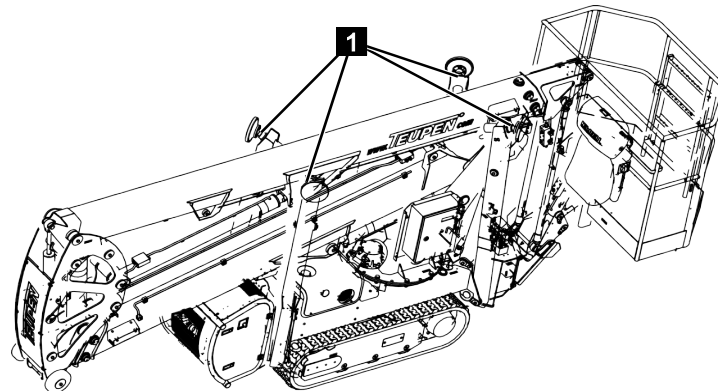

Fig. 58
- La machine doit être arrimée avec des élingues aux supports de charge prévus à cet effet (Fig.58/1) sur la grue.